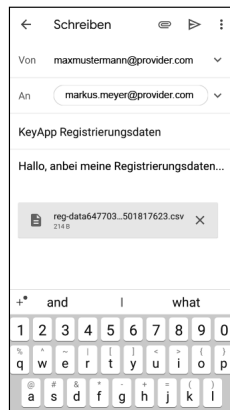

Abb. 69
- 6 Daraufhin wird automatisch eine Mail in Ihrem Mailprogramm erstellt und geöffnet. In deren Anhang befindet sich eine Registrierungs-Datei mit der Endung „.csv“ (Abb. 69).